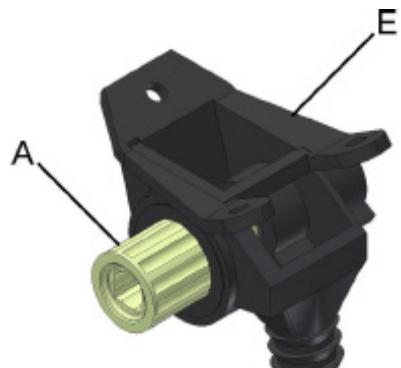
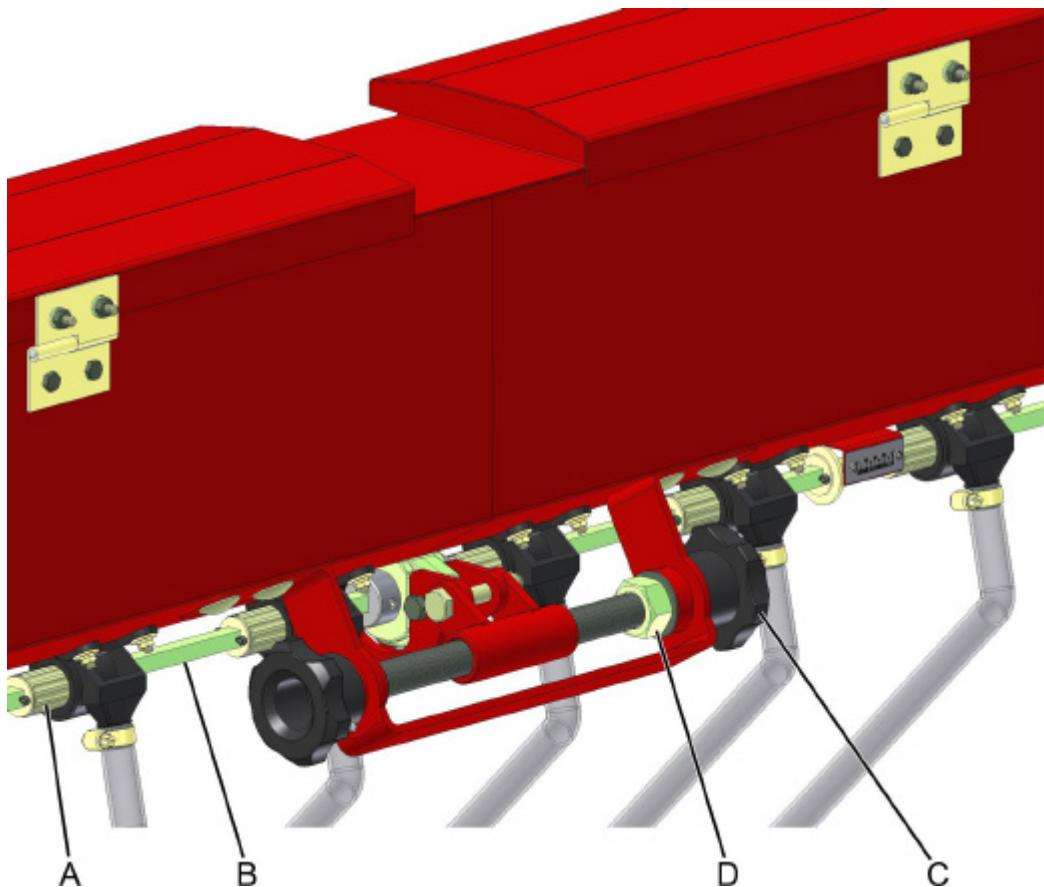

fig. 08
fig. 09
A distribuição de sementes miúdas é realizada por um rotor acanalado (A) (fig. 08/09), montado em um Conjunto Dosador de Semente Miúda (E) (fig. 08), o qual é acionado por um eixo quadrado (B) (fig. 09), com a possibilidade de deslizamento sobre esse eixo, determinando uma maior ou menor quantidade de sementes a ser distribuída.
O procedimento de regulagem é realizado pelo deslocamento do eixo (B) (fig. 09) aumentando ou diminuindo a abertura de trabalho dos rotores dentro do Conjunto Dosador (E) (fig. 08), através do manípulo (C) (fig. 09). Para iniciar a regulagem afrouxe a porca (D) e gire o manípulo (C), após a dosagem de sementes escolhida, travar o sistema apertando a porca (D).